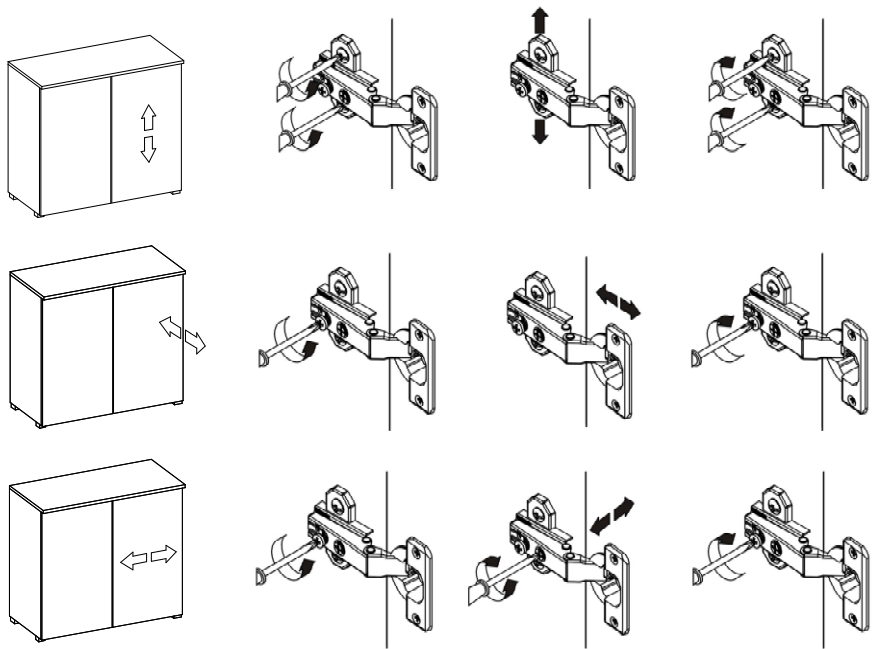
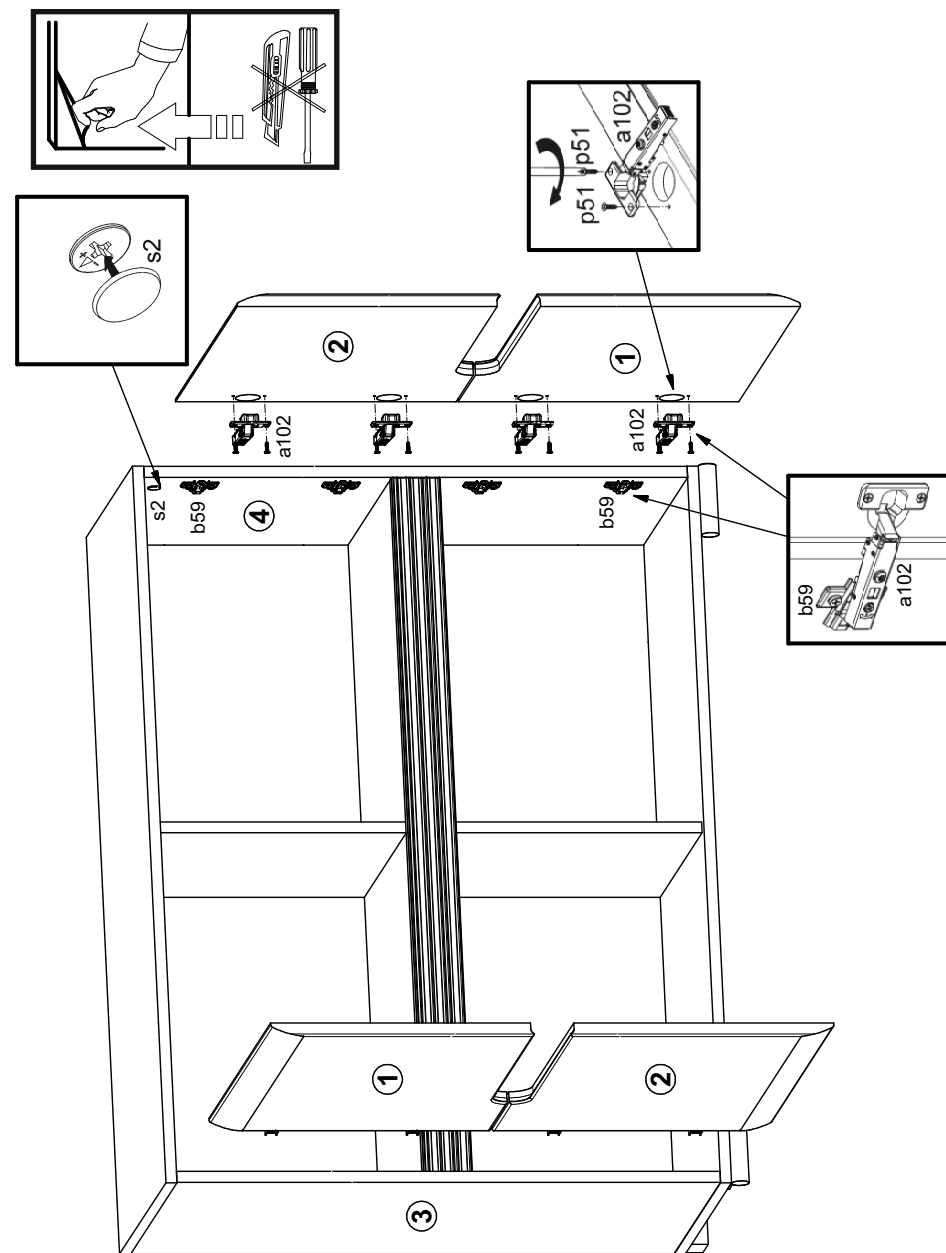

Рисунок 9
Рисунок 8
4.13. Положить двери 1, 2 фасадной поверхностью вниз на ровную поверхность и закрепить на них петли шарнирные a102 шурупами p51 (см. рис.8).
4.14. Навесить двери 1, 2 на корпус тумбы, совместив петли шарнирные a102 с ответными планками петель b59. (см. рис.8). При необходимости отрегулировать положение дверей, вращая регулировочные винты (см. рис.9).